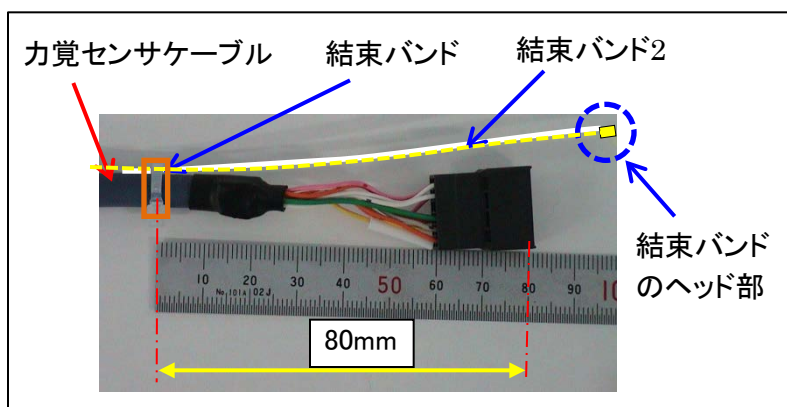

図2: センサケーブル(力覚センサ側)コネクタ部処理要領図
- (2) 図2のように、センサケーブル(センサ側)コネクタ端面から80mmのところで力覚センサケーブルと結束バンド(1本)を結束バンド(1本)で縛ります。